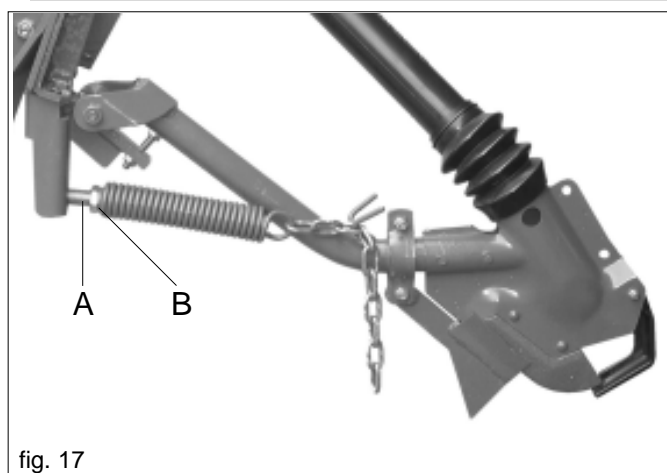

fig. 17
La profondeur d'ensemencement est déterminée moyennant la vis de réglage (Fig. 15 réf. A): desserrer l'écrou et régler la vis pour choisir la profondeur d'ensemencement. Serrer l'écrou pour bloquer la vis de réglage. Selon le type de terrain, il est possible d'augmenter (+) ou de diminuer (-) la pression des ressorts des socs à l'aide de la manivelle (Fig. 16). De plus, il est possible de régler ultérieurement la pression de chaque soc en agissant sur les ressorts et en modifiant la position des anneaux de la chaîne (Fig. 15 réf. B). Dans les rangs extérieurs, augmenter ou diminuer la pression en réglant la vis (A Fig. 17), en la bloquant avec l'écrou (B).